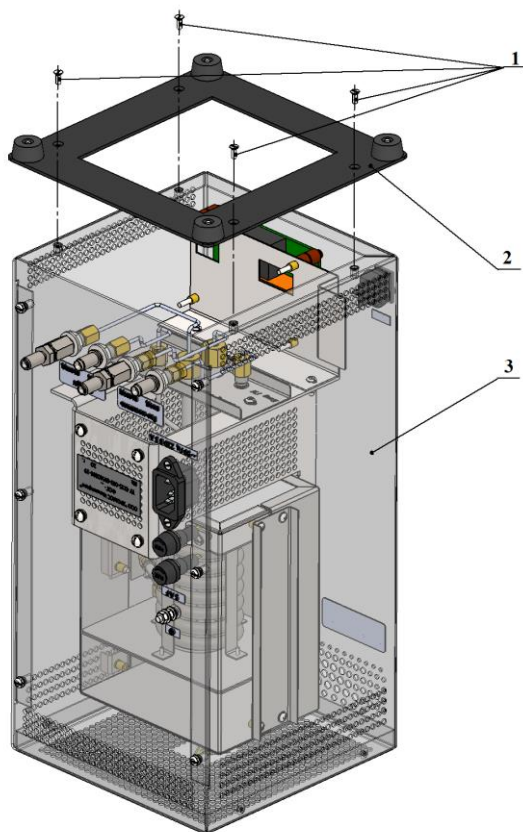

Рис. 5. Детали фильтра
- 1) Перевернуть фильтр, смотри Рис. 5. Открутить 4 винта (1), соединяющих основание с кожухом (3). Снять основание (2);